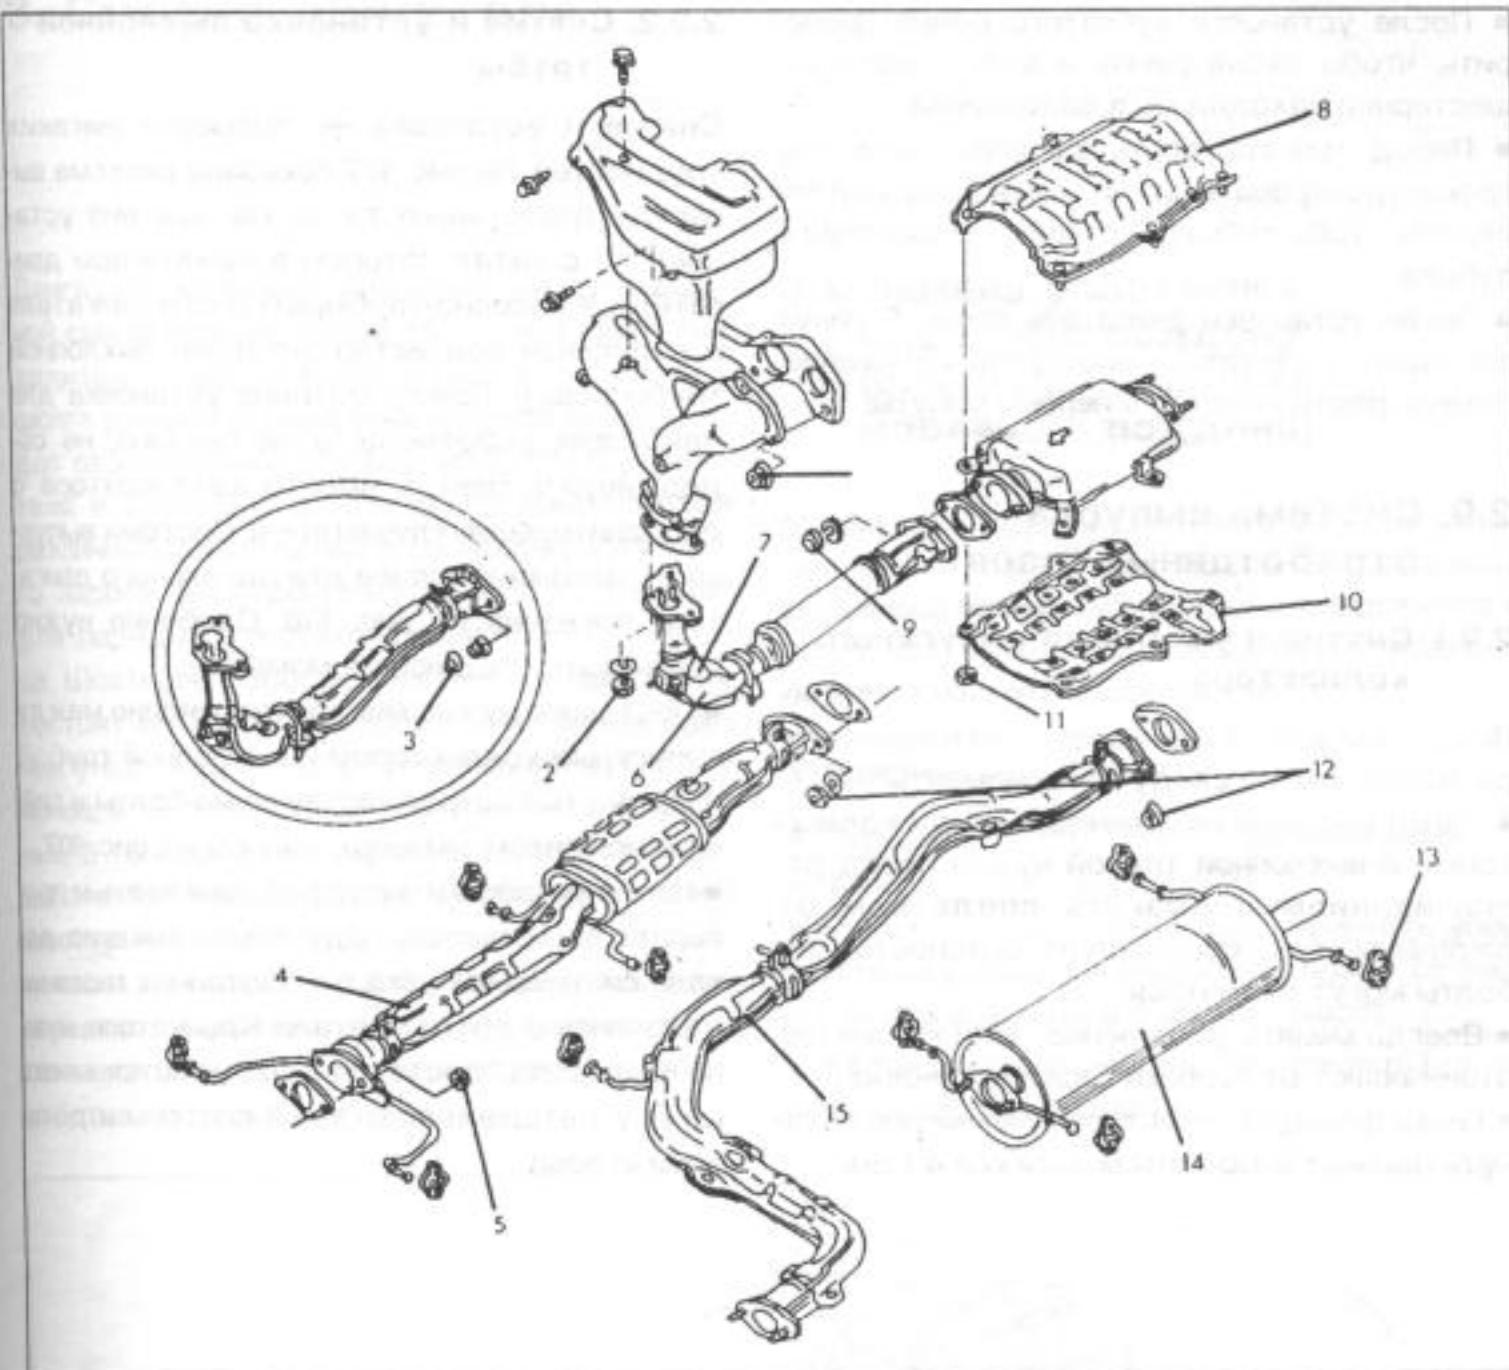
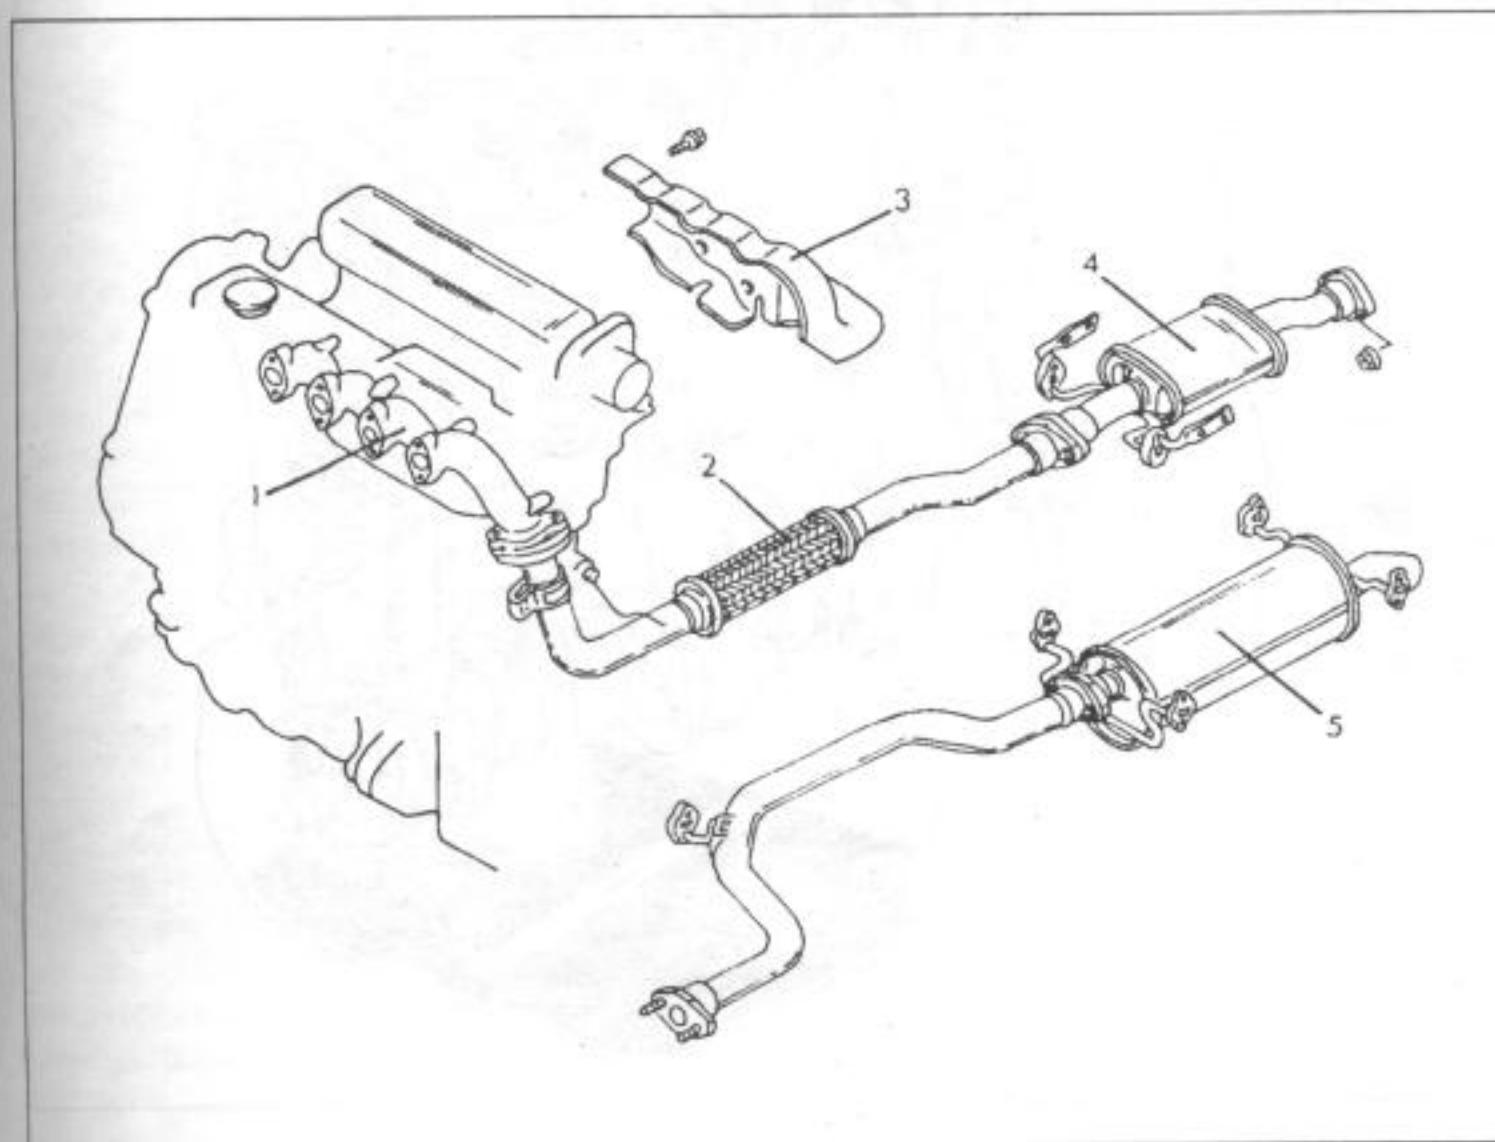

Рис. 107.
Рис. 108.
Снятие и установка не вызывает никаких трудностей. На рис. 107 показана система выпуска отработанных газов так, как она установлена с катализатором в бензиновом двигателе. У насосно-карбюраторного двигателя в выпускной коллектор вставлен выхлопной трубопровод. Предусмотрена установка для двигателя, работающего на бензине, не содержащего свинца, вместо катализатора с дополнительным глушителем. Система выпуска отработанных газов для дизельного двигателя показана на рис. 108. Особенno нужно соблюдать следующие моменты:
- Затянуть быстродействующие болты и гайки с моментом затяжки, данное на рис. 107.